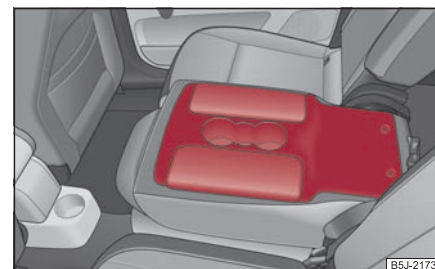

Fig. 73 Sièges AR: Accoudoir
- Vous pouvez rabattre le dossier central vers l'avant ⇒ page 69, « Rabattre les sièges » et vous en servir comme accoudoir ou comme tablette avec porte-gobelets ⇒ fig. 73.